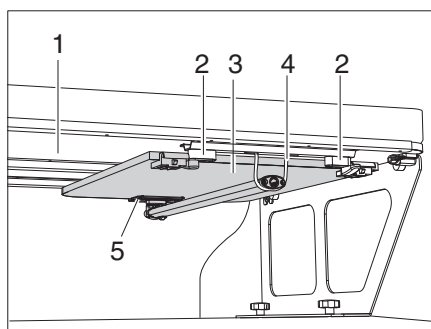

Fig. 36 Tavolo sospeso sotto la prolunga del letto
Il tavolo sospeso con piede telescopico fa parte del pacchetto outdoor e può compensare i dislivelli del suolo adattando opportunamente il piede di sostegno. Il tavolo sospeso (Fig. 36,3) è fissato sotto la prolunga del letto (Fig. 36,1).
- Ruotare le due staffe di bloccaggio (Fig. 36,2) di 90°.
- Sganciare l'elemento di gomma di fissaggio (Fig. 36,4) dal piede telescopico.
- Innestare il tavolo sospeso nell'elemento di arresto (Fig. 36,5) sotto la prolunga del letto.
- Agganciare l'elemento di gomma di fissaggio (Fig. 36,4) al piede telescopico.